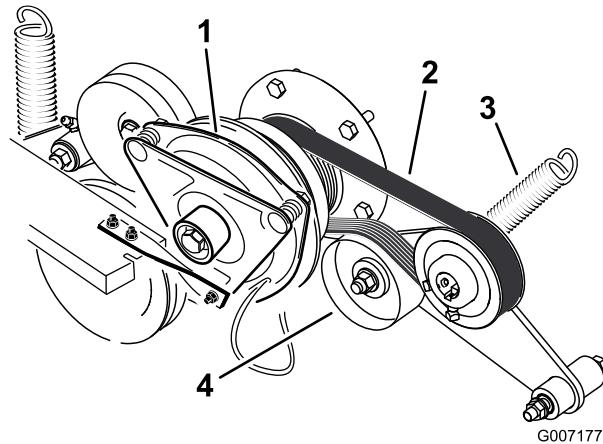

Figura 63
3. Togliete la molla di tensione dal braccio di rinvio (Figura 63).
4. Montate la nuova cinghia attorno alle pulegge del motore e della pompa idraulica (Figura 63).
6. Montate la molla sul braccio di rinvio (Figura 63).